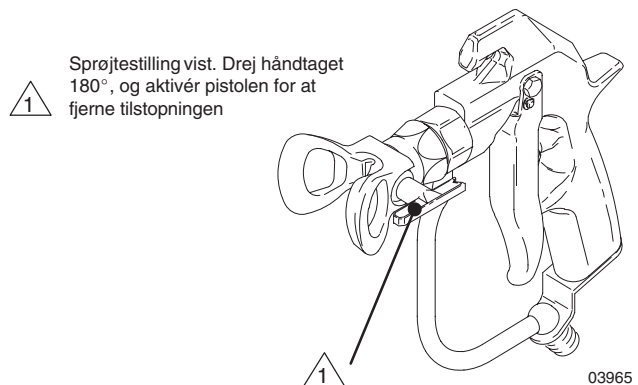

Fig. 4
2. Aktivér pistolens aftrækkersikring. RAC IV spidshåndtaget drejes 180° tilbage. Se Fig. 4.
4. Aktivér pistolens aftrækkersikring. Drej dysehåndtaget om i sprøjtestilling. Se Fig. 4.